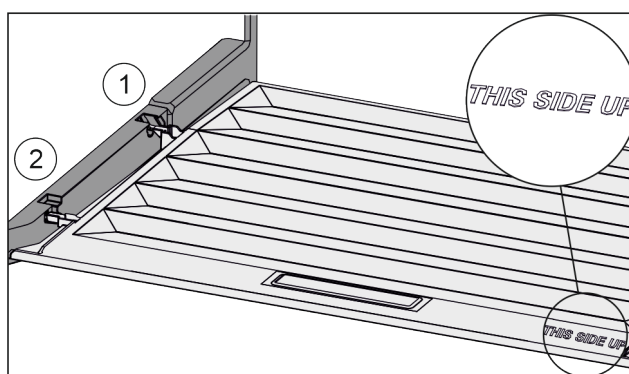

Fig. 76
- ▶ Skyv inn dekseltrinn via åpningen til bakre holder Fig. 76 (1) og klikk dem på plass i fremre holder Fig. 76 (2).